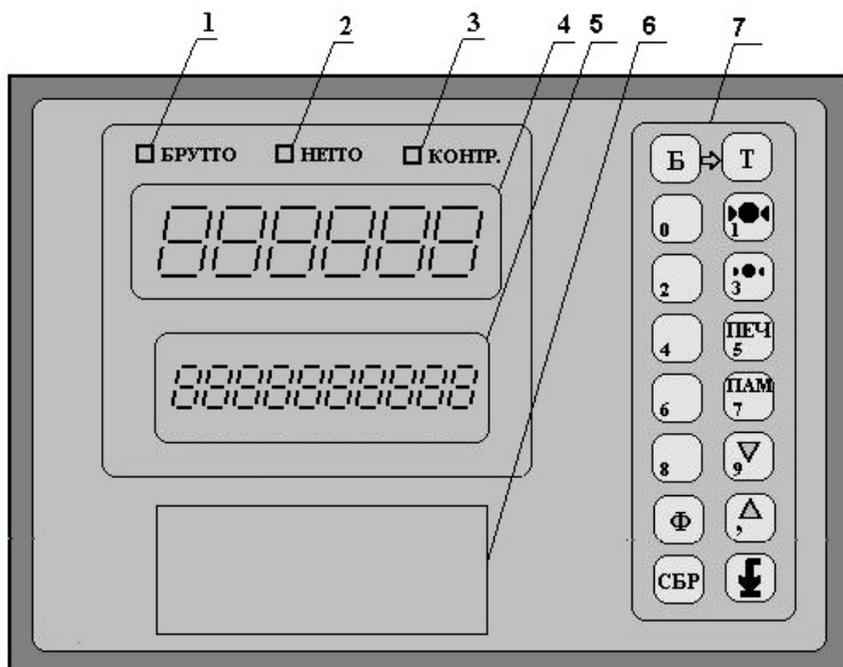

Рис. 7.1. Лицевая панель весового терминала ВТ.
На рис. 7.1 изображена передняя (лицевая) панель весового терминала ВТ.
9.3. Перезапустить ВТ с выполнением тестов и индикацией номера версии программы можно кнопкой , расположенной на клавиатуре ВТ (см. рис. 7.1 на стр. 17Руководства).